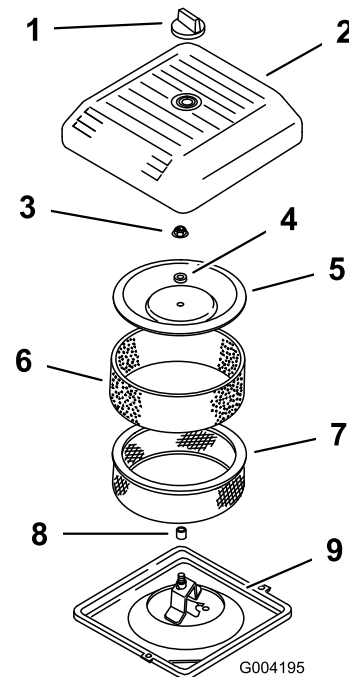

Bild 43
3. Schrauben Sie das Handrad los und entfernen Sie die Luftfilterabdeckung (Bild 43).
4. Schieben Sie den Schaumvorfilter vorsichtig vom Papiereinsatz herunter (Bild 43).
5. Schrauben Sie die Abdeckungsmutter ab und nehmen Sie die Abdeckung und den Papiereinsatz ab (Bild 43).
2. Schieben Sie den Luftfilter auf das Luftfilterunterteil (Bild 43).
3. Setzen Sie die Abdeckung und das Distanzstück auf und befestigen Sie sie mit der Flügelmutter (Bild 43). Ziehen Sie die Schraube mit 11 Nm an.
4. Setzen Sie die Luftfilterabdeckung ein und befestigen Sie sie mit dem Handrad (Bild 43).